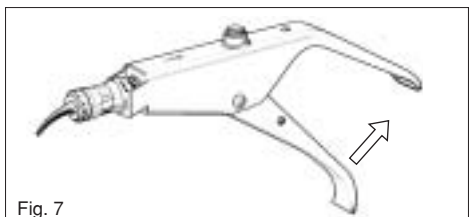

Fig. 7
b) Dar 2 golpes con la palanca para cebar (preparar) la cápsula. Dar el tercer golpe despacio para controlar si el cemento está saliendo de la boquilla. Poner la boquilla de la cápsula, directamente, en la restauración o en la cavidad preparada del diente y dar el cuarto, golpe, lentamente, para que salga el cemento (Fig. 7). Hay que evitar poner mucha fuerza en el aplicador.
b) Knijp de hendel 2 tot 3 keer in tot het cementmengsel in de tip zichtbaar wordt. Plaats de tip in de preparatie en knijp de hendel langzaam verder in, zodat het cementmengsel gelijkmatig in de caviteit stroomt (Fig. 7). Druk de hendel van de applicatie tang niet te krachtig in om blokkeren te voorkomen.